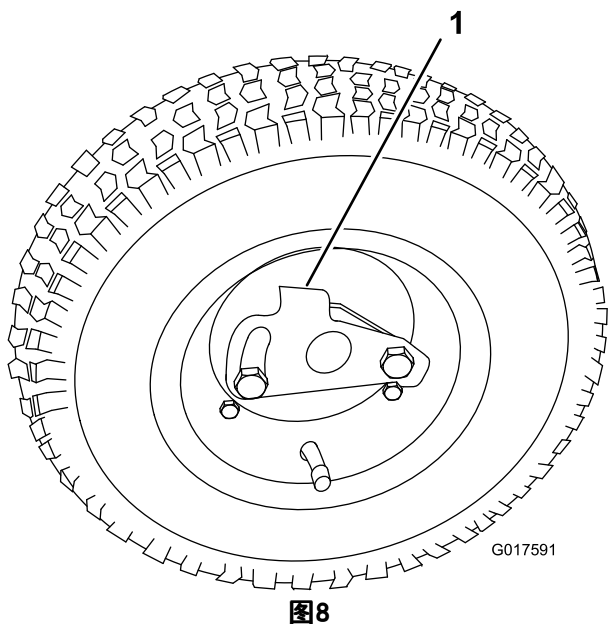

图8
1. 将行走轮滑动到轴上（图8）。
2. 转动行走轮锁定夹，使其离开轮的中心，将行走轮滑动到轴上（图8）。